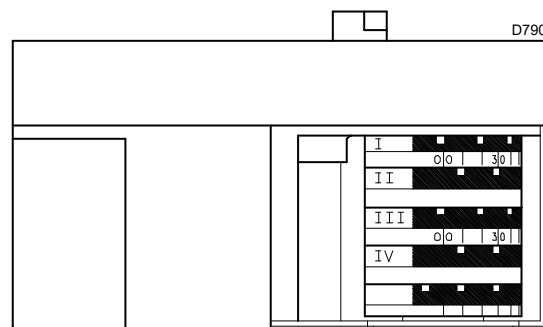
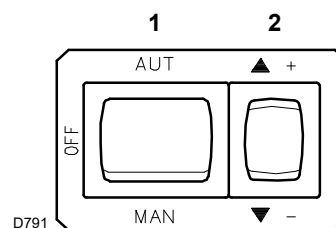
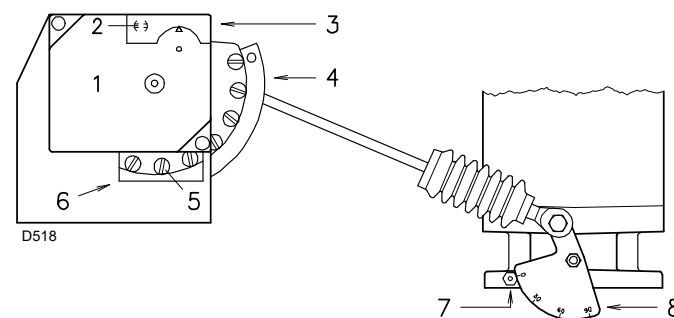

Fig. 28
Fig. 29
Fig. 31
Le servomoteur (Fig. 28) règle en même temps le volet d'air par la came à profil variable et le papillon gaz.
Fermer les télécommandes et placer l'interrupteur 1 (Fig. 29) sur "MAN".
Appuyer sur le bouton 2)(Fig. 29 à la page 23) "diminution de puissance" (▼ -) le maintenir pressé jusqu'à ce que le servomoteur ferme le volet d'air et le papillon à gaz soit à 20° (réglage effectué en usine).
- S'il faut diminuer ce débit, réduire légèrement l'angle de la came III)(Fig. 28 à la page 23) par de légers déplacements successifs, c'est-à-dire aller de l'angle 20° à 18° - 16°, etc.
- S'il faut l'augmenter, appuyer un peu sur le bouton 2)(Fig. 29 à la page 23) "augmentation de la puissance" (▲ +) (ouvrir de 10-15° le papillon du gaz), augmenter l'angle de la came III (Fig. 28 à la page 23) par de légers déplacements successifs, c'est-à-dire aller de l'angle 20° à 22° - 24° etc.
Modifier en progression le profil initial de la came 4) (Fig. 31) en agissant sur les vis de celle-ci qui apparaissent à l'intérieur de l'ouverture 6). Si possible, ne pas serrer la première vis: il s'agit de la vis qui ferme complètement le volet d'air.
Légende (Fig. 31)
Dans la description ci-dessus le brûleur est allumé et il fonctionne à la puissance minimale. Appuyer donc sur le bouton 2)(Fig. 29 à la page 23) "augmentation de la puissance" (▲ +) et le maintenir pressé jusqu'à ce que le servomoteur ouvre le volet d'air et le papillon à gaz soit à 90°.
Modifier en progression le profil initial de la came 4) (Fig. 31) en agissant sur les vis de celle-ci qui apparaissent à l'intérieur de l'ouverture 6).
Appuyer légèrement sur le bouton 2)(Fig. 29 à la page 23) "augmentation de la puissance" (▲ +) de manière qu'une nouvelle vis 5)(Fig. 31) apparaisse à l'intérieur de l'ouverture 6)(Fig. 31), la régler jusqu'à obtenir une combustion optimale. Agir de la même façon avec les vis successives.
Éteindre le brûleur au moyen de l'interrupteur 1)(Fig. 29 à la page 23), position OFF, détacher la came à profil variable en mettant la fente 2)(Fig. 31) en position verticale du servomoteur et vérifier plusieurs fois, en tournant manuellement la came vers l'avant et vers l'arrière, si le mouvement est souple et sans obstructions.